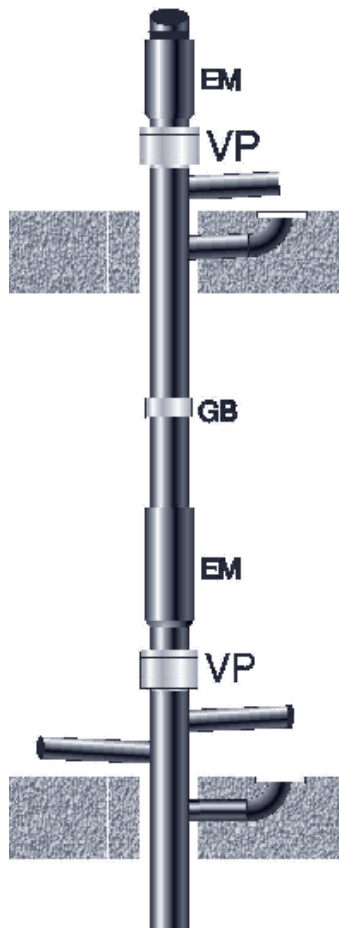

fig. 6.7
Les embranchements forment un point fixe quand ils ont le même diamètre (d) ou seulement un diamètre de différence avec le diamètre (D) de la colonne (fig. 6.7). Avec $d < D$ il faut monter un collier point fixe juste au-dessus de l'embranchement (fig. 6.8).